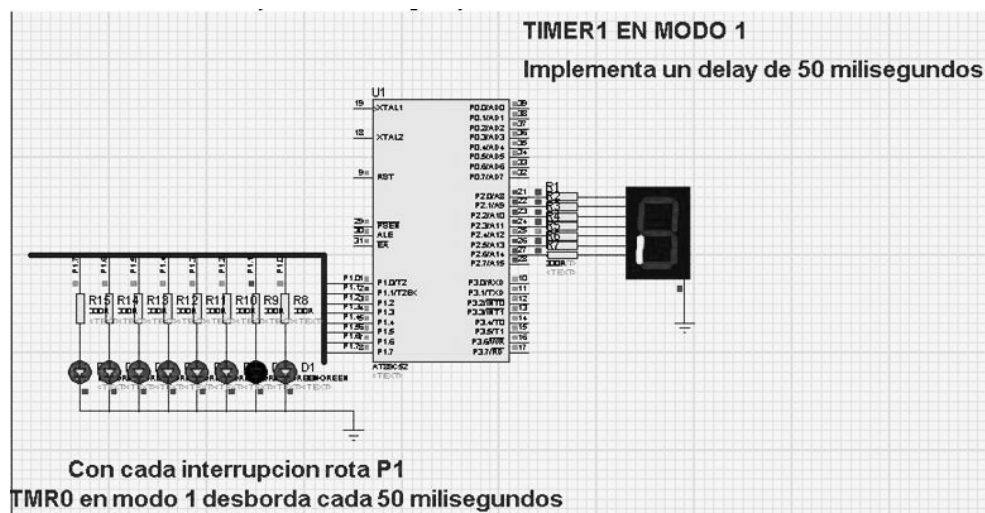

Figura 16.46: Sistema digital de TMR.ASM en Proteus
2. Construya el sistema digital mostrado en la figura 16.46 y verifique su funcionamiento. Tome foto a color a la pantalla.
Con TMR.ASM modificado construya el sistema digital mostrado en la figura 16.46 y muestre al instructor su funcionamiento.